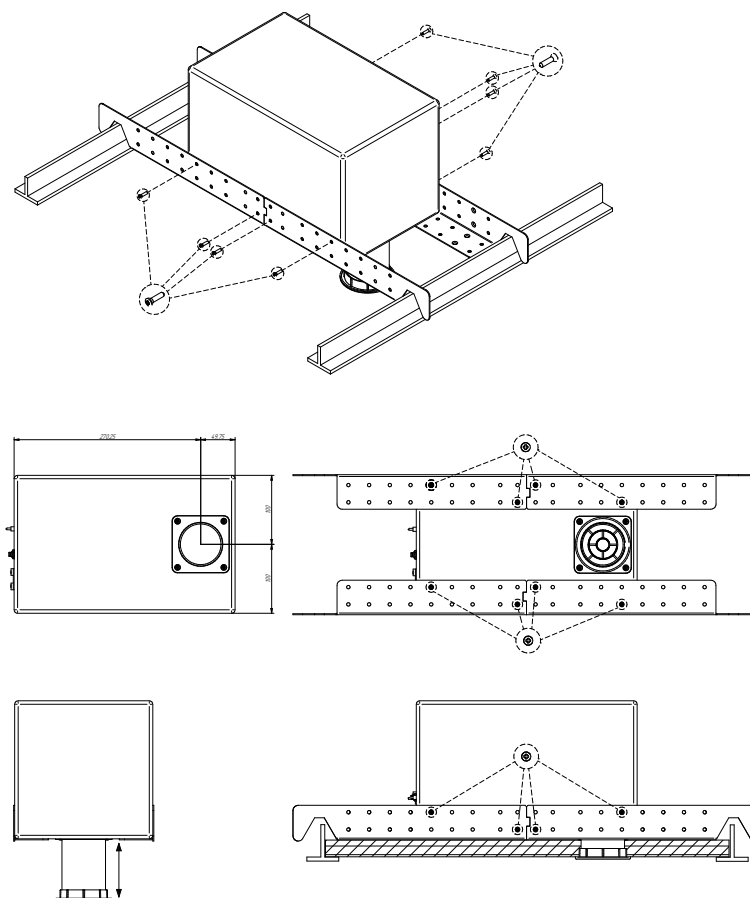

Abbildung 1: Einbau in abgehängte Decke
- Befestigen Sie die Beschläge mit Hilfe der mitgelieferten Schrauben am TRAILS B6T. Sie können dafür die Löcher benutzen, die sich in den Halterungen für die Anbringung des Befestigungsrohrs in der gewünschten Position befinden. Siehe Abbildung 1.